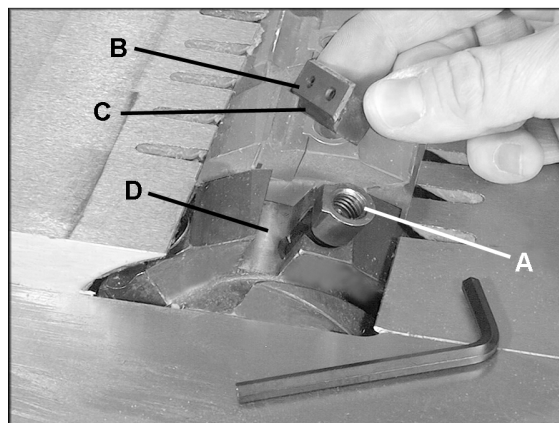

Рис. 20
1. Ослабьте винт прижимной планки (А, Рис. 20).
2. Извлеките нож (В, Рис. 20) вместе с прижимной планкой (С, Рис. 20) из паза.
3. Убедитесь, что паз (D, Рис. 20) очищен от пыли и опилок, которые могут помешать правильному размещению ножа. При необходимости очистите паз и протрите его растворителем.
6. Плотно затяните винт прижимной планки (А, Рис. 20).